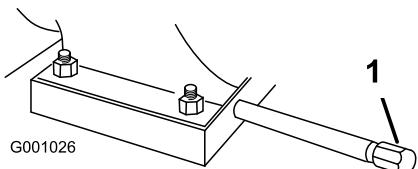

Figura 43
- Pulite l'area intorno al tappo di spуро dell'olio (Figura 43).